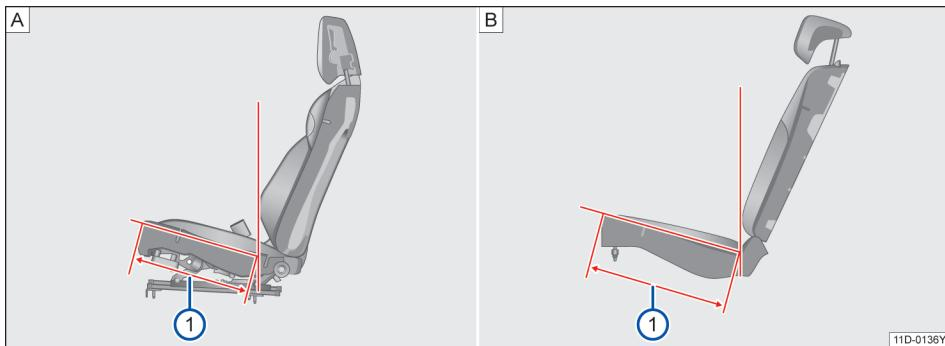

图 69 座椅坐垫深
=446mm→图 69[A]①
=468mm→图 69[B]①